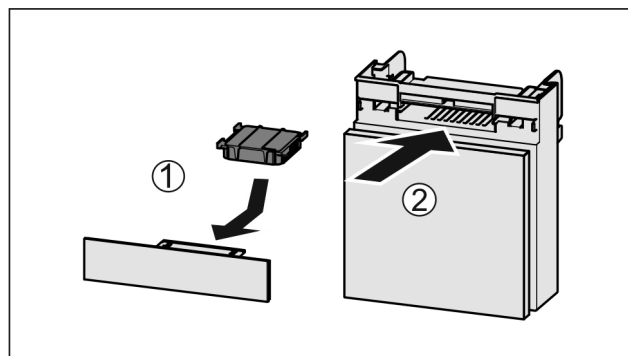

Fig. 70
- Sätt in Fig. 70 (1) aktivtkolfiltret enligt bilden.
- Skjut in Fig. 70 (2) lådan.